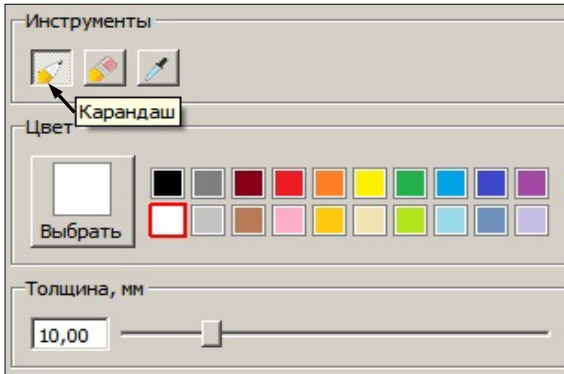

Рис. 7.14
Методы интерактивного редактирования выбираются на локальной панели инструментов (рис. 7.14).
3. Чтобы нарисовать линию, нажмите кнопку **Карандаш** (рис. 7.14). Далее уточните цвет, толщину линии и приступайте к рисованию в рабочем окне: